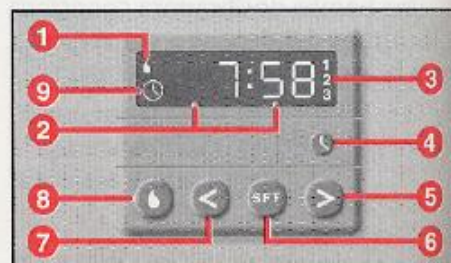

fig. 1
Timer digital fig. 1
– Presione el pulsador 4: se encenderán el display y el testigo 9-fig. 1.